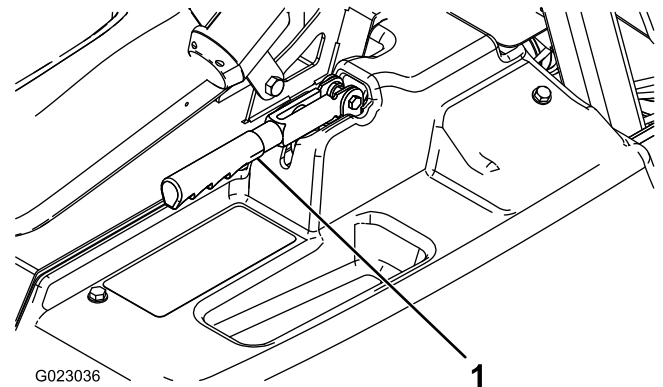

Figura 53
2. Afloje el tornillo de fijación que sujeta el pomo a la palanca del freno de estacionamiento (Figura 53).